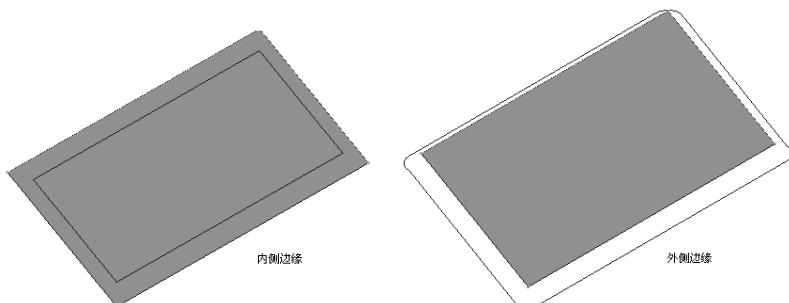

图 2-96 侧示意图
(1) 驱动曲线 用于确定哪一条或哪一组曲线将用于计算刀具路径，PowerMILL 系统使用选定的曲面边缘线作为驱动曲线，包括以下选项：
**【侧】：**用于确定轮廓刀具路径是在曲面外侧还是在内侧，该选项包括“外侧边缘”和“内侧边缘”2个选项，如图 2-96 所示。